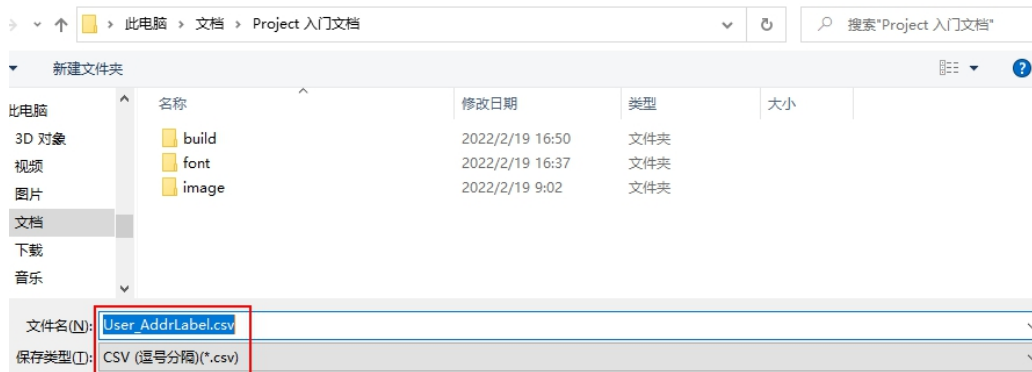

图 12-11 存储
2. csv、xml 存储: 将表格存储为 csv (逗号分隔) 或 xml 格式, 如图 12-11 所示;